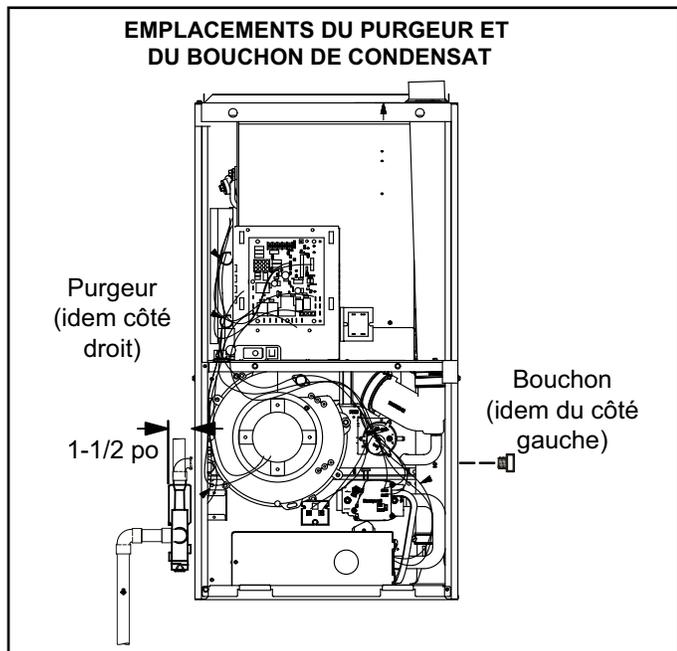
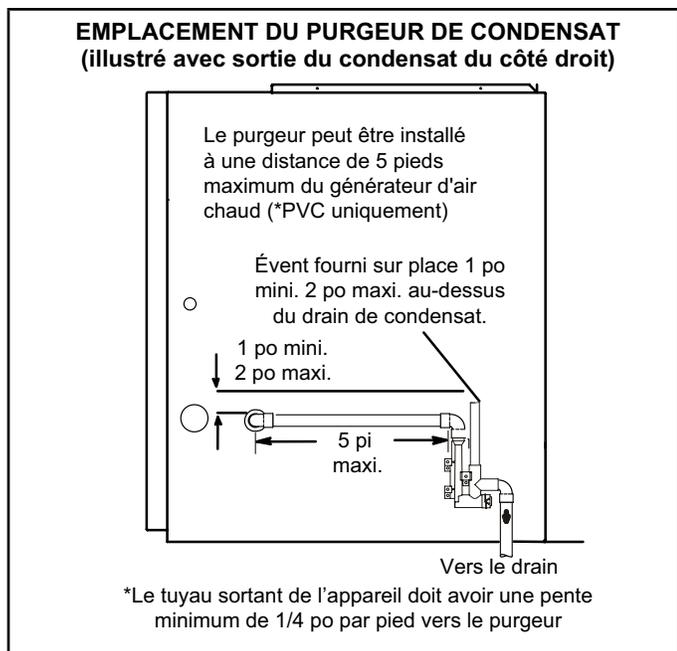

FIGURE 42
FIGURE 43
Cette unité est prévue pour une sortie à gauche ou à droite du tuyau de condensat. Reportez-vous à la FIGURE 42 et à la FIGURE 43 pour les emplacements du purgeur de condensat.
- 2 - Utilisez un grand tournevis plat ou une douille de 1/2 po pour retirer le capuchon (FIGURE 42) du boîtier du collecteur de l'extrémité froide à l'emplacement approprié sur le côté de l'appareil. Installez un coude de 3/4 po NPT sur le boîtier du collecteur de l'extrémité froide. Utilisez de l'adhésif au Téflon ou un enduit d'enrobage approprié.